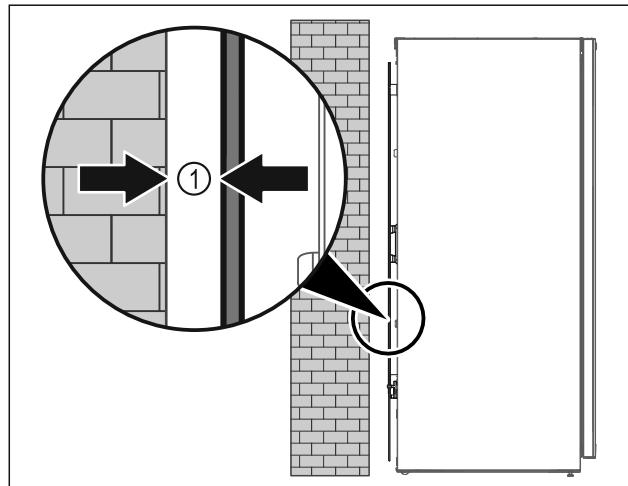

Fig. 5
- Uzstādīet ierīci vai nu kā brīvstāvošu ierīci, vai tieši pie sienas 5 mm Fig. 5 (1) minimālā atstatumā no tās.